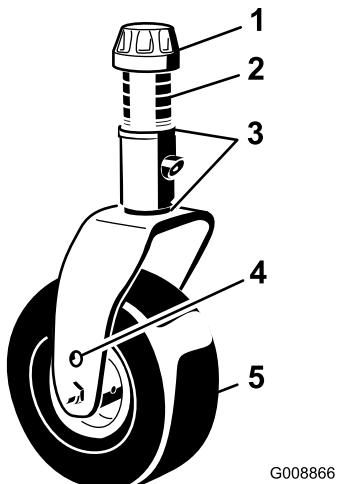
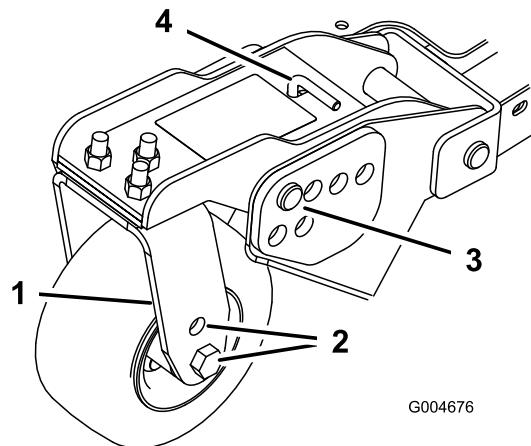
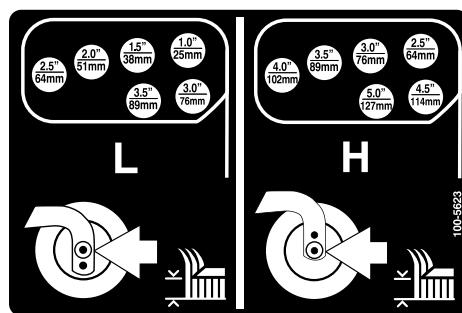

Figura 18
Figura 20
Figura 21
1. Coloque los ejes de las ruedas giratorias en el mismo taladro en todas las horquillas (Figura 18 y Figura 20).
2. Retire el casquillo tensor del eje y deslice el eje fuera del brazo de la rueda giratoria (Figura 18).
6. Retire la chaveta y los pasadores de los brazos de pivote de las ruedas giratorias (Figura 20).
7. Gire la varilla tensora para elevar o bajar el brazo de pivote hasta que los taladros estén alineados con los taladros seleccionados del soporte de ajuste de la altura de corte en el bastidor de la carcasa de corte (Figura 20 y Figura 21).